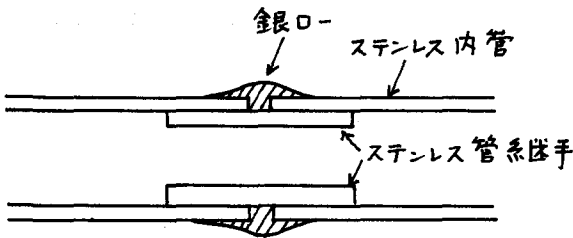

図 1
No. 34 (1981年4月)で「簡易型液体ヘリウム移送管の製作」について書いた。結論から先に述べると、その製作手順通りに作った移送管は旨く働かない。我々の試作品は thermal oscillation によると思われるトラブルにより甚だ不安定であった。原因は、製作手順①の内容の「継ぎ」にあった。即ち、全く同じ長さ(各1.75 m)のステンレス管2本を図1のように「内継ぎ」をすると、継ぎ目を節とする様な共振が極めて起りやすいと、(今では)考えられるのであるが、実際そうであつたらしく、いずれか片側の管を10 cm ばかり短かく切って非対称性を与えた結果、移送は極めて快調となった。